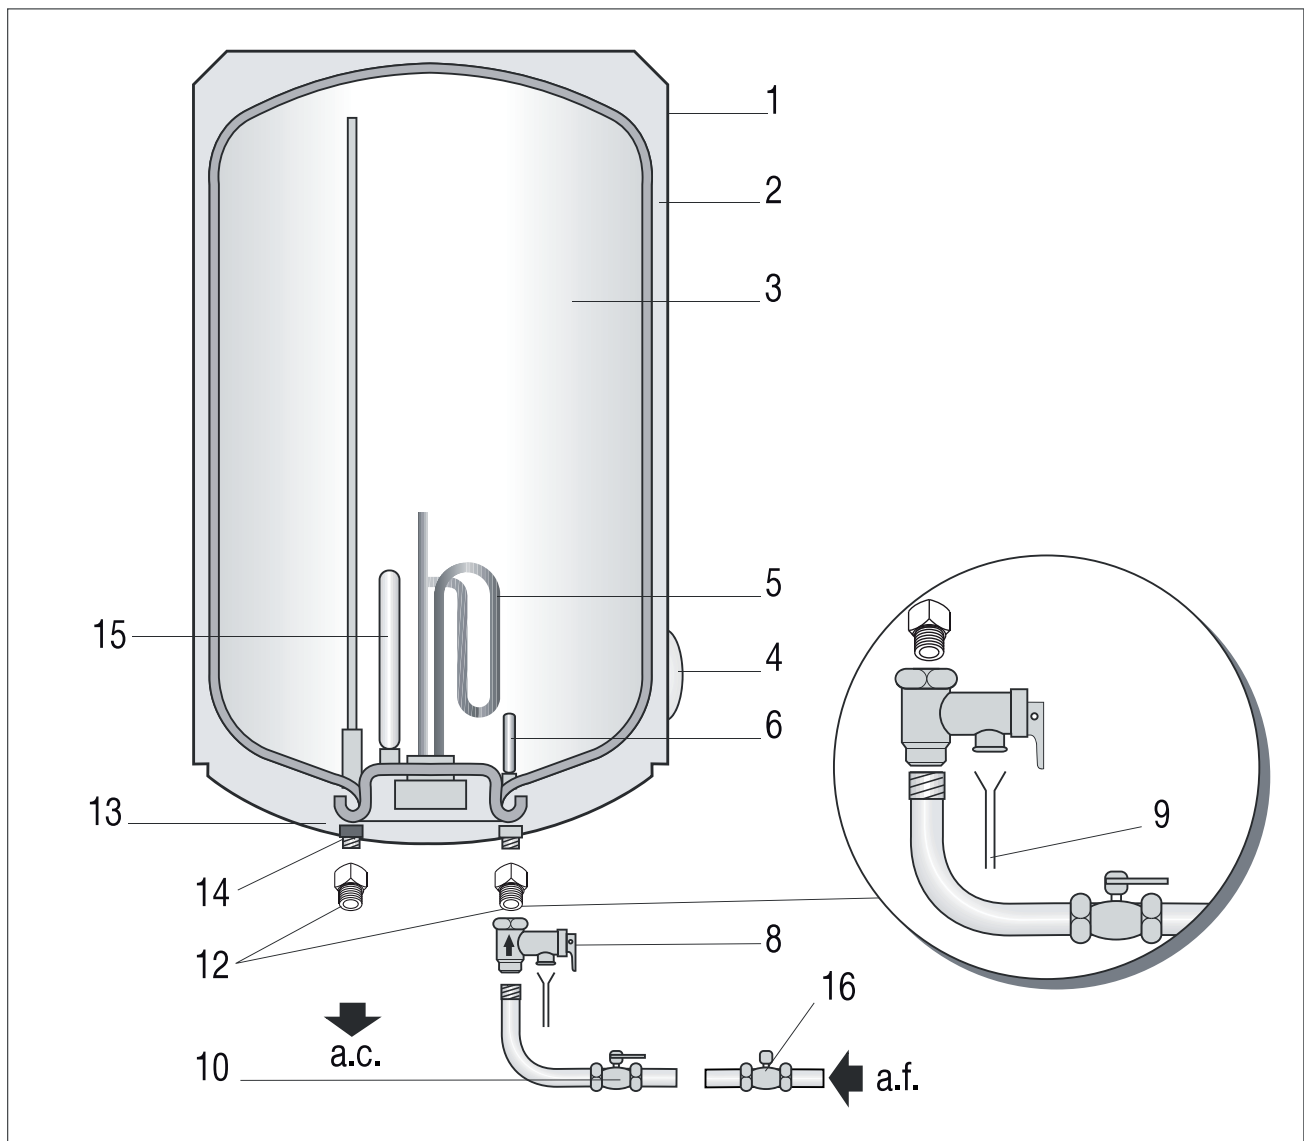
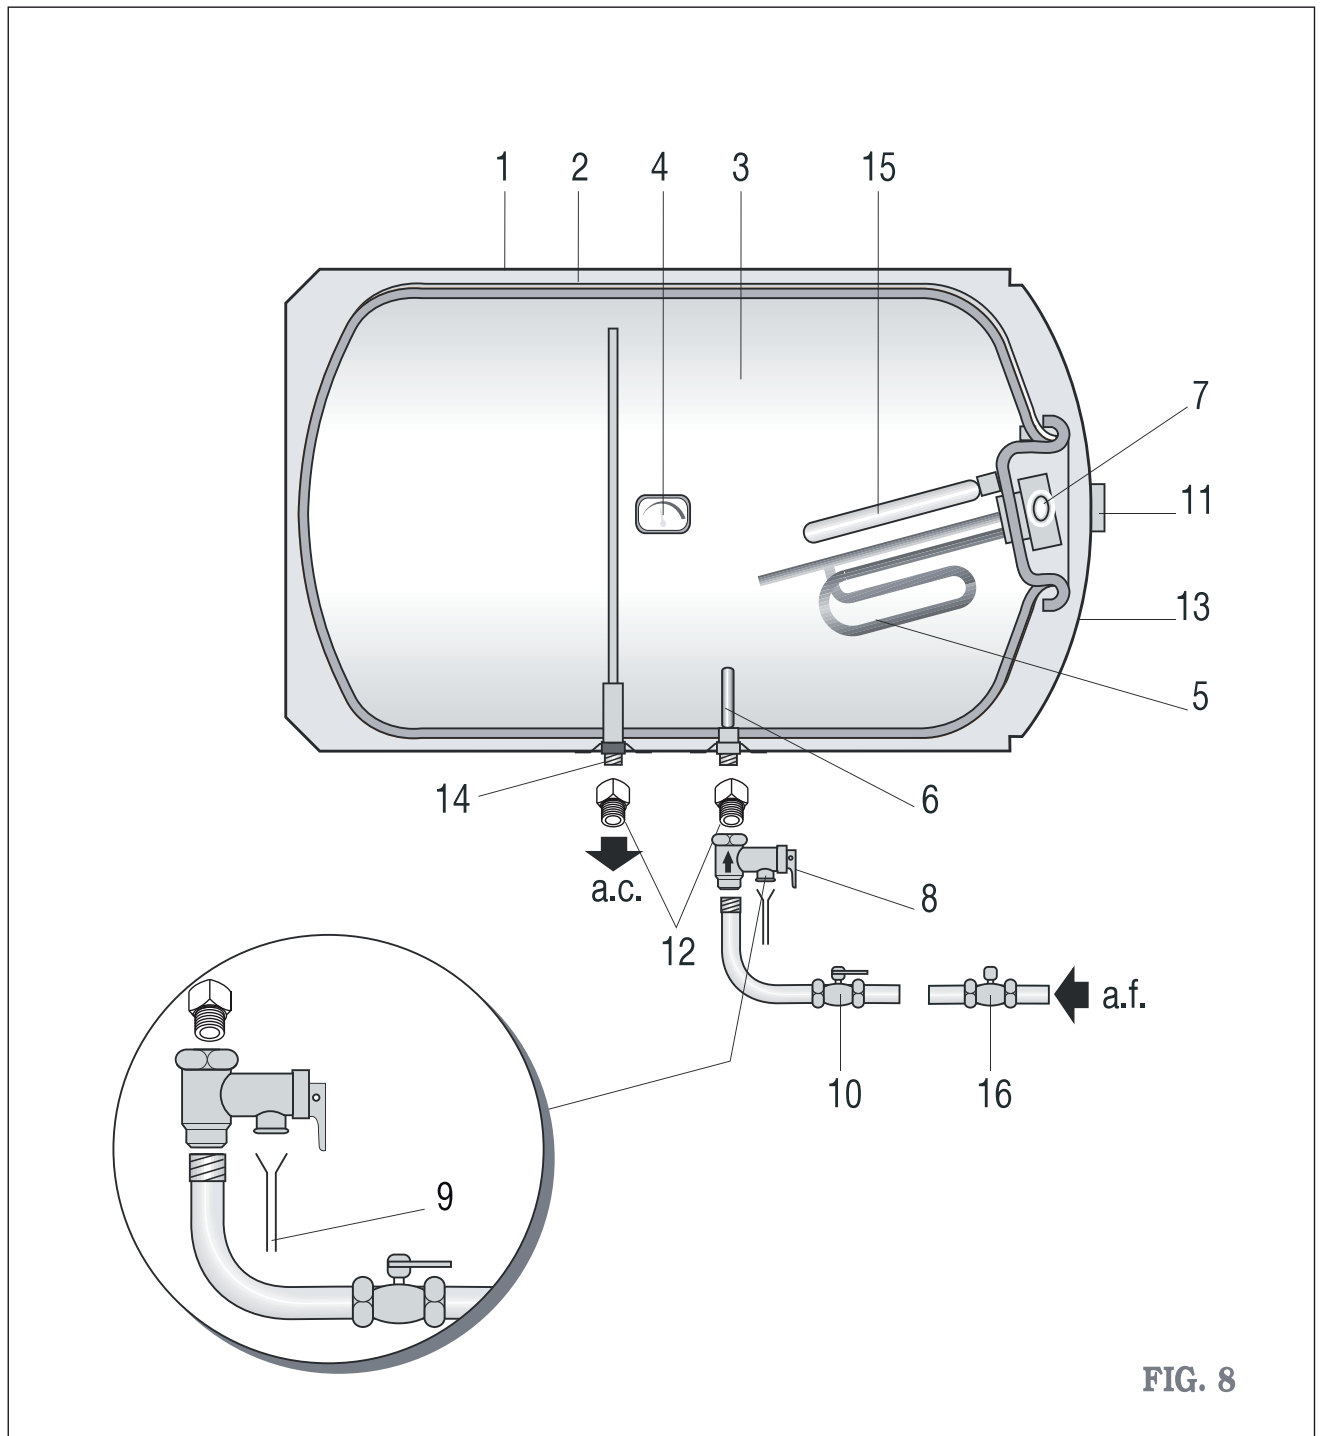

FIG. 7
FIG. 8
Les thermos TNC seront toujours installés en position verticale, avec les branchements d'eau au-dessous (voir fig. 7) page 21, **sauf dans le cas des modèles TNC plus 80 H, TNC plus 100 H et TNC 150 H**, qui seront toujours installés **à l'horizontale**, et il sera de même pour les branchements d'eau qui seront situées au-dessous (voir fig. 8, page 22).
Pour faciliter, au moment venu, le contrôle et le nettoyage interne, un espace libre de au moins 25 cm doit exister entre le couvercle de protection (pos. 13 dans les figs 7 et 8, pages 21 et 22) du thermos, ainsi que tout obstacle fixe.
Pour l'installation des canalisations d'eau, veuillez tenir compte des règles de base pour la prévention de la corrosion : "N'utilisez pas de cuivre au lieu de fer ou d'acier, dans le sens de la circulation de l'eau ". Pour éviter les paires galvaniques, ainsi que son effet destructeur, filetez sur les deux tubes du thermos, (tel qu'il est décrit sur les schémas des figures 7 et 8, pages 21 et 22) et, avec un ruban de Téflon, protégez les manchons isolants (pos. 12) fournis avec le thermos.
Filetez au tube d'entrée d'eau froide (bleu) du thermos le manchon électrolytique et de cela au groupe de sécurité hydraulique avec le dispositif de vidange (pos.8, figures 7 et 8, pages 21 et 22) fourni avec le thermos. Installez dans le tube d'alimentation d'eau froide une clé de coupure, comme il est décrit dans les schémas (figs. 7 et 8, pos.10, pages 21 et 22).
L'utilisation généralisée de vannes anti-dérive dans les branchements du réseau d'eau sanitaire, crée une forte augmentation de pression de par l'effet du processus de chauffage ; dans ces cas, il est indispensable de conduire l'écoulement d'eau de la vanne de sécurité à un tube d'évacuation pourvu d'un siphon (figures 7 et 8, pos. 9, pages 21 et 22); ce tube doit sortir à l'extérieur et doit être installé avec une pente continue vers le bas.
Connectez le thermos en branchant la fiche. La lampe témoin (pos. 7, figs. 7 et 8, pages 21 et 22) allumée indique que l'eau est en train de chauffer; si elle est éteinte, cela indique que toute l'eau chaude est à la température sélectionnée dans le thermostat de réglage du thermos (pos. 11, figs. 7 et 8, pages 21 et 22).
Il est indispensable que le Service d'Assistance Technique (SAT) contrôle tous les ans votre thermos pour éliminer le calcaire qui s'est déposé sur l'élément de chauffage (pos. 5, figs. 7 et 8, pages 21 et 22), et vérifier l'état de l'anode de magnésium (pos.15, figs. 7 et 8, pages 21 et 22). Si l'eau dans votre région est très dure ou corrosive, vous devrez solliciter des contrôles plus fréquemment.
5.1. Instalación vertical / Instalação vertical / Installation verticale (fig 7).
5.2. Instalación horizontal / Instalação horizontal / Installation horizontale (fig 8).